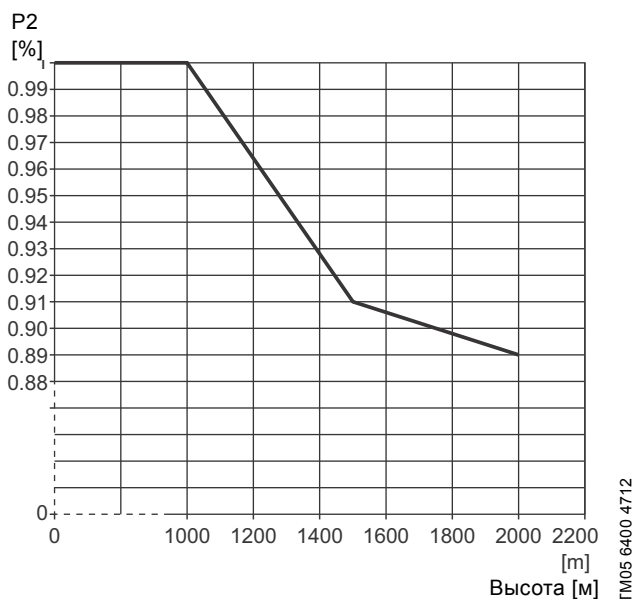

Рис. 14 Снижение выходной мощности электродвигателя (P2) в зависимости от высоты над уровнем моря
- При установке насоса на высоте более 1000 м над уровнем моря, запрещается эксплуатация электродвигателя с полной нагрузкой, так как охлаждающая способность воздуха ухудшается из-за его низкой плотности. См. рис. 14.